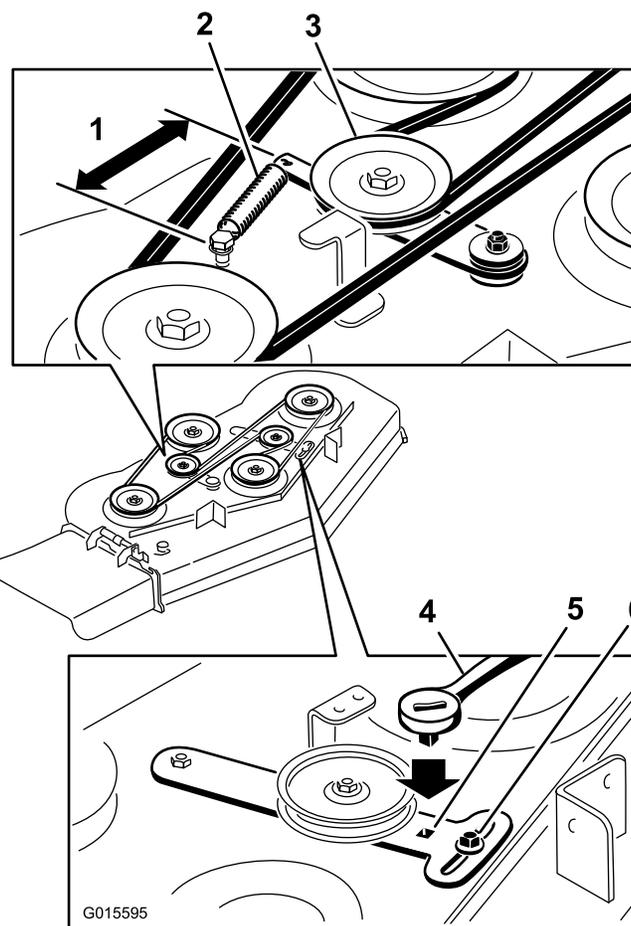

Bild 65
5. Nehmen Sie den verschlissenen Mähwerkriemen ab (Bild 65).
6. Verlegen Sie einen neuen Mähwerkriemen um die Riemenscheiben des Mähwerks und der Kupplung (Bild 65).
7. Stecken Sie eine Ratsche in den Spannarm und ziehen Sie die Spannscheibe fest, bis die Feder zwischen den Haken 165 mm gedehnt ist (Bild 65).